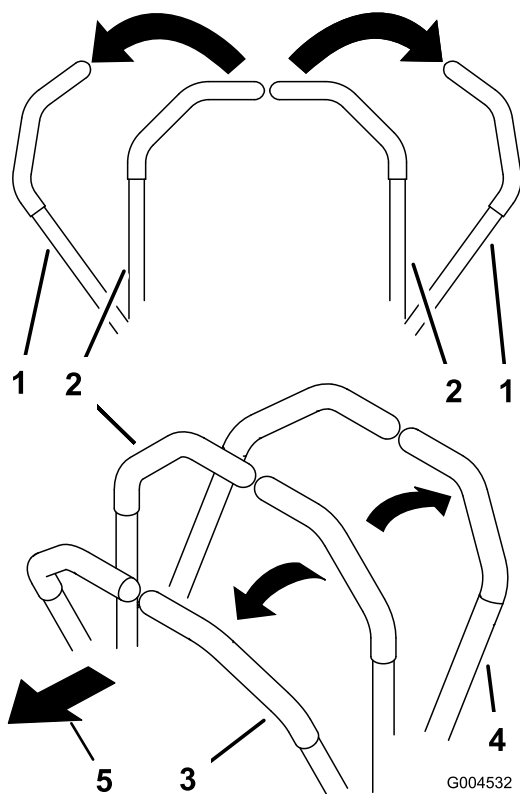

Figura 22
1. Mova todas as pegas de controlo para a posição bloqueada em ponto morto (Figura 22).